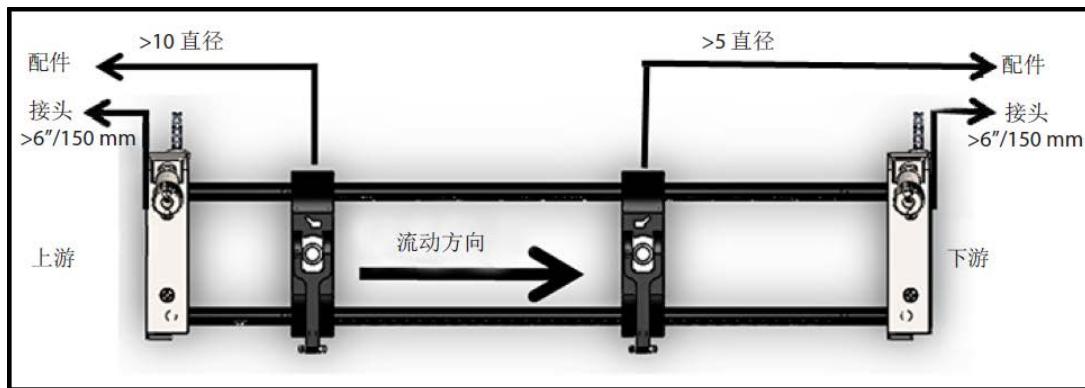

图 9: 选择管子位置
2. 在管线上选定符合以下要求的夹紧装置安装位置 (请参见下面的图 9):